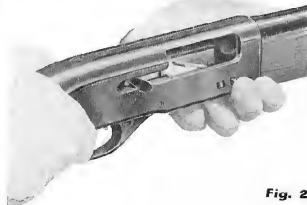

Fig. 2
- premere il bottone di svincolo situato sotto la finestra (Fig. 2).